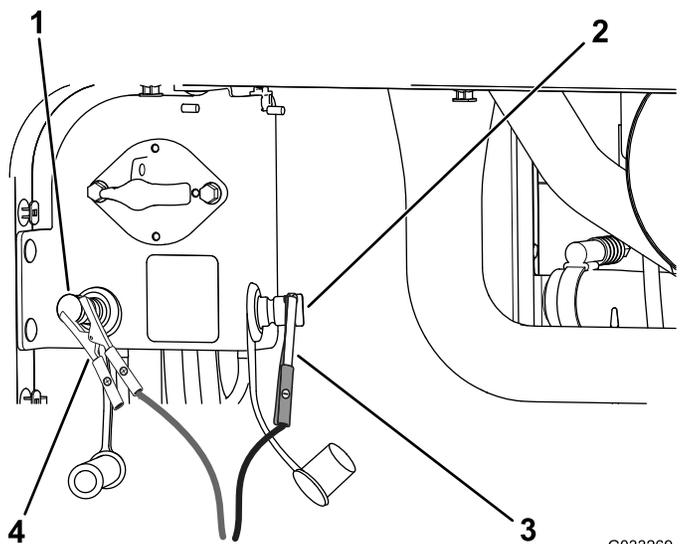

Рисунок 109
- Подсоедините положительный (+) пусковой соединительный кабель к положительному штырю запуска от внешнего источника (Рисунок 109).
- Подсоедините отрицательный (-) пусковой соединительный кабель к отрицательному штырю запуска от внешнего источника (Рисунок 109).
- Когда двигатель запустится, другой человек должен отсоединить отрицательный (-) пусковой соединительный кабель от отрицательного штыря запуска от внешнего источника, а затем отсоединить положительный (+) пусковой соединительный кабель (Рисунок 109).